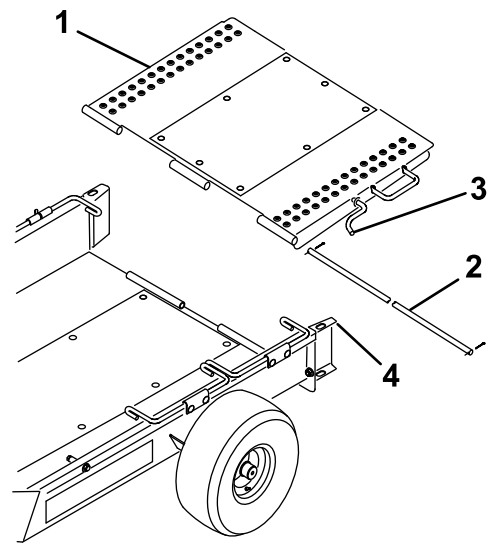

図 4
5. トレーラベッドの後部にトレーラランプを取り付けるヒンジ付きロッドとコッターピン 2本を使用する 図 4。
6. トレーラランプを跳ね上げてホイールガイド上部にある穴にランプをラッチ止める 図 4。
8. トレーラランプを跳ね上げてホイールガイド上部にある穴にランプをラッチ止めする 図 4。